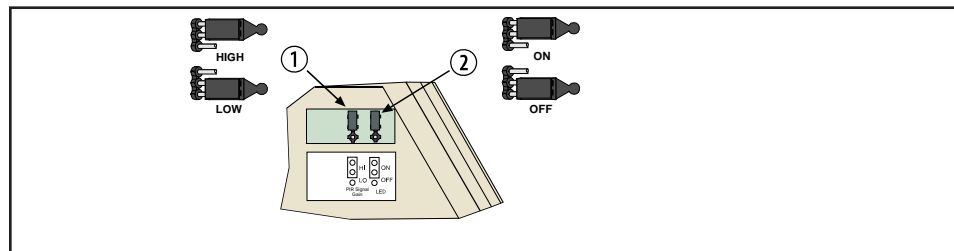

Bild 5.1: Funktionsval
Se Bild 5.1. För att välja placeringar du kontakten över lämpliga stift (1). Om ingen bygelkontakt sätts över "HÖG/LÅG"-stiften ställs detektorn in på "Hög". Låg känslighet (LO): Det är den rekommenderade inställningen för de flesta installationer. Den här inställningen klarar utsatta miljöer. **Detektorn levereras i känslighetsläget "Låg".** **Hög känslighet (HI):** Används på platser där låg känslighet inte ger tillräcklig detektionsnivå. Den här inställningen klarar endast små miljömässiga förändringar.
Se Bild 5.1. Positionen ON möjliggör drift av lysdioden (2). Om du inte vill använda lysdiodsindikationer efter konfiguration och gångtest ska positionen anges till OFF. **Om ingen bygelkontakt sätts över "ON/OFF"-stiften inaktiveras lysdioden.**